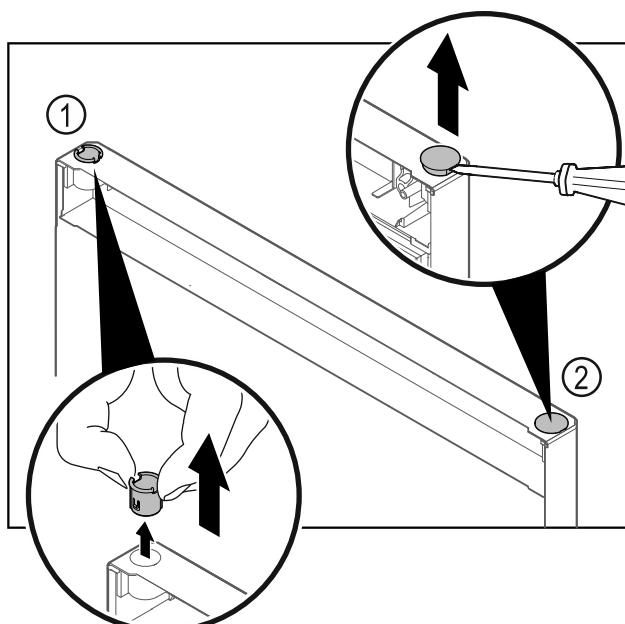

Fig. 27 Врата на хладилната част
- ▶ Изтеглете с пръсти втулката на пантата Fig. 27 (1).
- ▶ С плоска отвертка внимателно повдигнете покриваща тапа Fig. 27 (2) и я извадете.